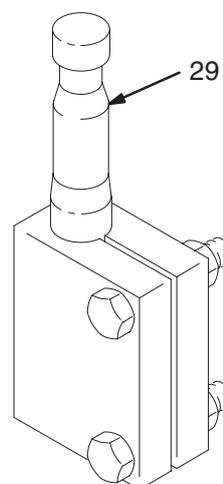

Fig. 12
- Afloje la tuerca del pistón (26). Utilice el kit de herramienta 220385 para sacar el eje (29) y la tuerca (26) del pistón. Vea la Fig. 12. Saque la junta tórica de la tuerca del pistón (18) y el retén de la junta tórica (43) del eje. Saque la placa (25) y el sello (24) del pistón (23).
- Inspeccione el eje del pistón (29). Si estuviera dañado, o la superficie está rayada, reemplácela.
- Instale el plato del pistón (25) con el extremo biselado dirigido hacia el sello del pistón.
- ⚠ Aplique lubricante anti-agarrotamiento 222955 a la superficie de la tuerca del pistón (26)